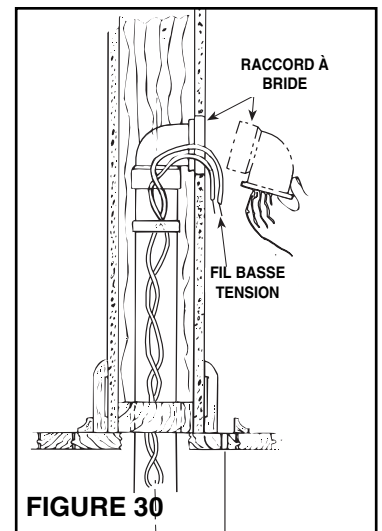

FIGURE 30
7. Appliquez de l'adhésif de contact au tube et installez le raccord à brides. Soyez sûr que le raccord est bien en place et scellé (Figure 30).